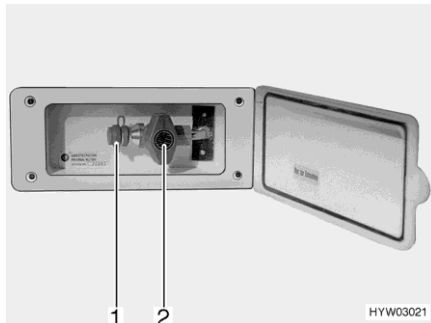

Fig. 123 Raccordement externe de gaz (robinet d'arrêt de gaz fermé)
- Raccorder l'appareil à gaz externe sur le raccord (Fig. 123,1).
- Ouvrir le robinet d'arrêt de gaz (Fig. 123,2).